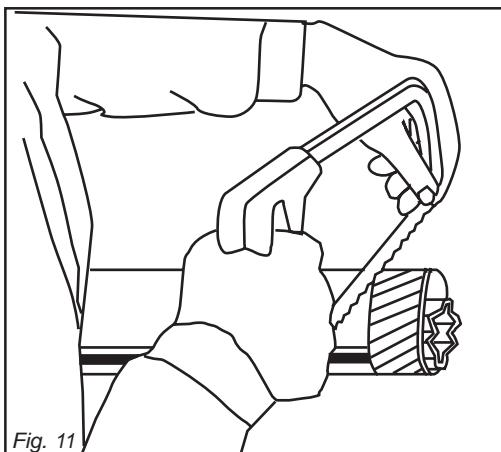
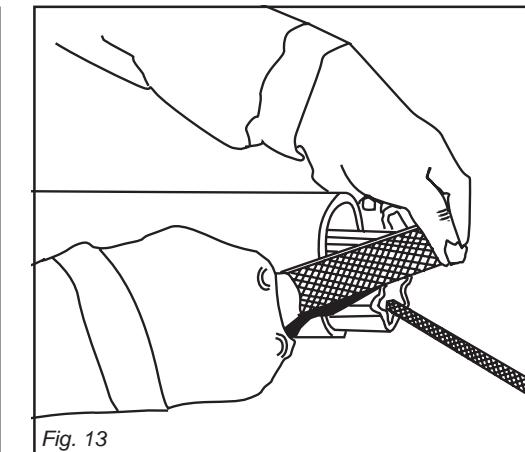
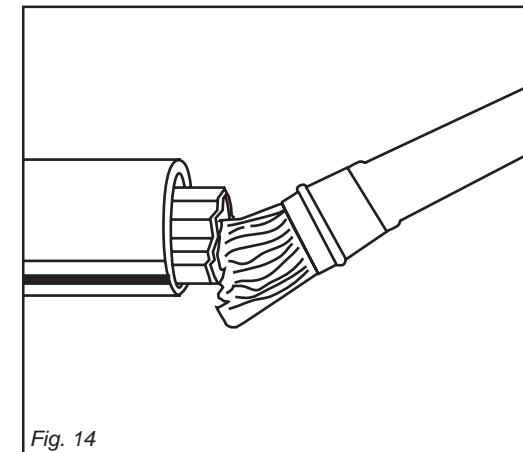

Fig. 11
Fig. 13
Fig. 14
- Accorciare i tubi scorrevoli di una stessa lunghezza (Fig. 11 e 12), sbavare e pulire (Fig. 13) e ingrassare l'interno del tubo esterno (Fig. 14).
- Shorten the sliding tubes by the same extent (Fig. 11 and 12), deburr and trim (Fig. 13), then grease the inside of the outer tube (Fig. 14).
- Die Gleitrohre um die gleiche Länge (Abb. 11 und 12) kürzen, sie abgräten und reinigen (Abb. 13) und das Innere des Außenrohrs schmieren (Abb. 14).
- Raccourcir les tubes coulissant de la même longueur (Fig. 11 et 12), ébavurer et nettoyer (Fig. 13) puis graisser l'intérieur du tube extérieur (Fig. 14).
- Acortar los tubos corredivos en modo uniforme (Fig. 11 y 12), quitar las rebabas y limpiar (Fig. 13) y engrasar dentro del tubo externo (Fig. 14).